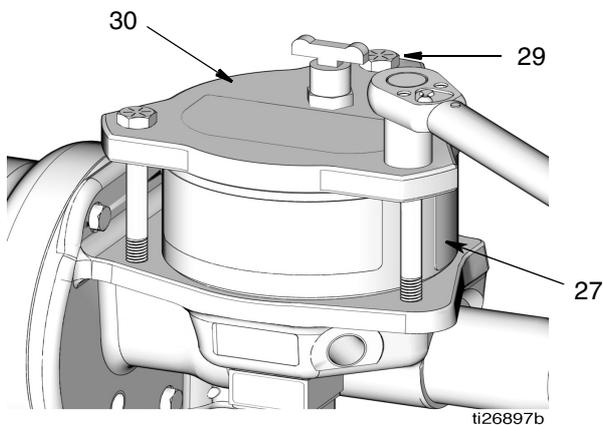

FIG. 16
10. Utilice una llave para extraer las varillas de conexión (29). Afloje las varillas siguiendo un patrón diagonal, con cuidado de aflojar cada varilla gradualmente hasta haber aflojado todas ellas completamente. Quite las varillas de conexión (29). Consulte la FIG. 16.
11. Retire la tapa (30) del depósito (27) (FIG. 16).